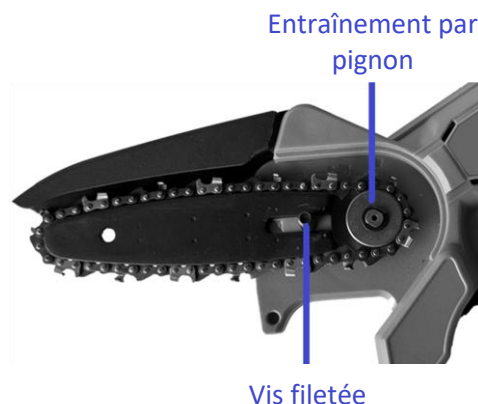

Fig. 2
- Tournez le verrou du carter de pignon (2) dans le sens inverse des aiguilles d'une montre pour le retirer.
- Montez le guide-chaîne (avec la nouvelle chaîne de scie) sur la vis filetée avec la chaîne posée autour du pignon d'entraînement, de sorte que le guide-chaîne puisse s'adapter dans la position illustrée sur la Fig. 2.
- Tournez le tendeur de chaîne (10) pour régler correctement la tension de la chaîne.